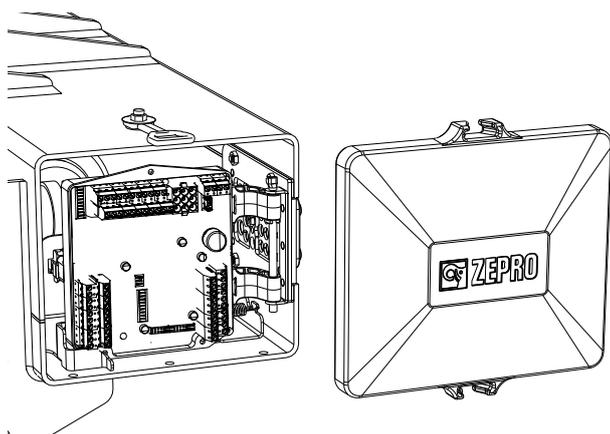

Figura 16. Quitar la tapa protectora
2. Quitar la tapa protectora, montada con un tirante de goma, véase Figura 16.